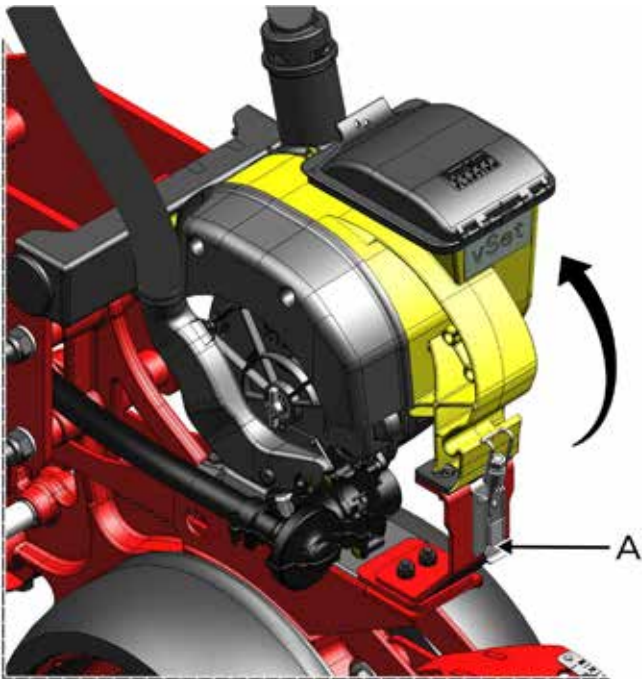

Fig. 78
1. Solte o grampo de fixação (A) (Fig. 78).
11. Monte a estrutura do dosador na linha, e prenda novamente com o grampo de fixação (A) (Fig. 78).